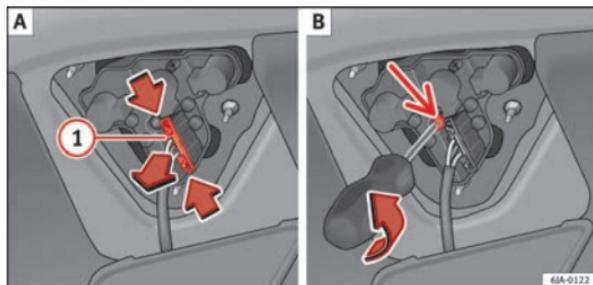

Fig. 169 Desmontar el portalámparas
- Acceda a los pilotos desconectando el conector ① ⇒ fig. 169 A) y desatornillando el portalámparas ⇒ fig. 169 B). Tenga precaución de no perder el tornillo de fijación del portalámparas.